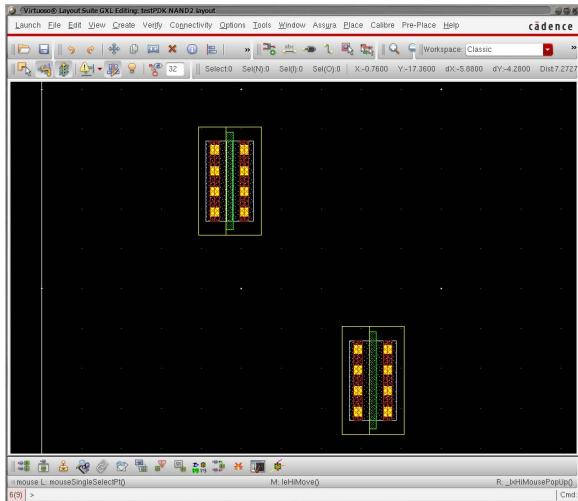

図 35: 上側の NMOS トランジスタを少し左に Move しておく
1. Align コマンドの効果をわかりやすくするため、上側の NMOS トランジスタを図 35 に示すように、Move コマンドで少し左側に移動させておく。